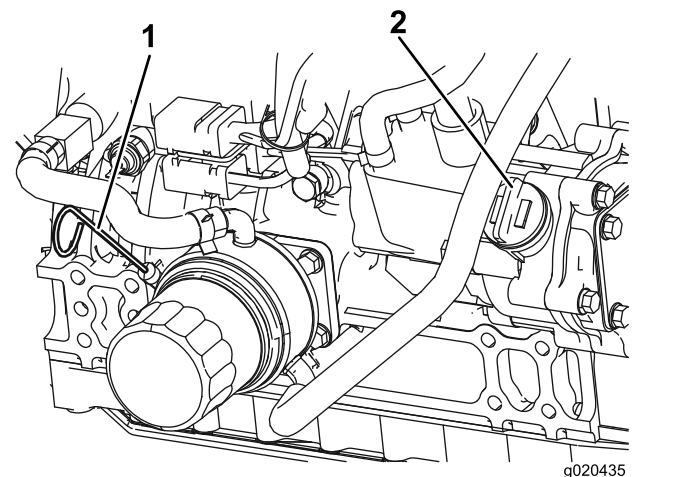

Figure 76
Le niveau d'huile doit se situer dans la plage de sécurité (Figure 76).
4. Si le niveau d'huile ne se situe pas dans la plage de sécurité, enlevez le bouchon de remplissage (Figure 76) et faites l'appoint jusqu'à ce que le niveau correct soit atteint.